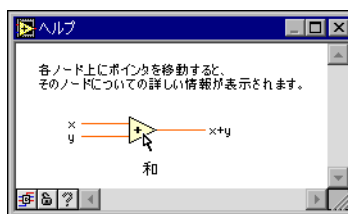

図 2-2 詳細ヘルプウィンドウ
5. 図 2-2 に示すような**詳細ヘルプ**ウィンドウが表示されていない場合は、ブロックダイアグラムのメニューバーから**ヘルプ**→**詳細ヘルプ**を表示を選択して**詳細ヘルプ**ウィンドウを表示します。